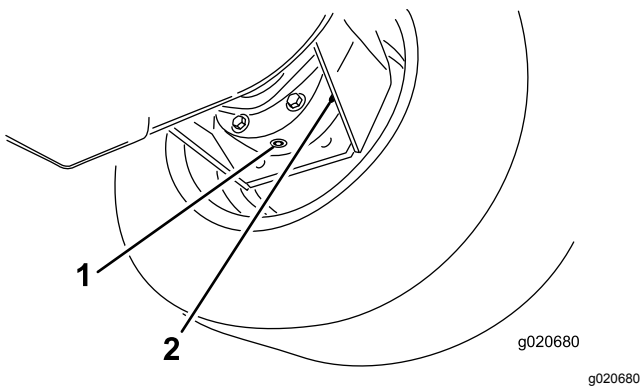

Figure 94
3. Placez un bac de vidange sous le carter de frein et enlevez le bouchon pour permettre à l'huile de s'écouler (Figure 94).